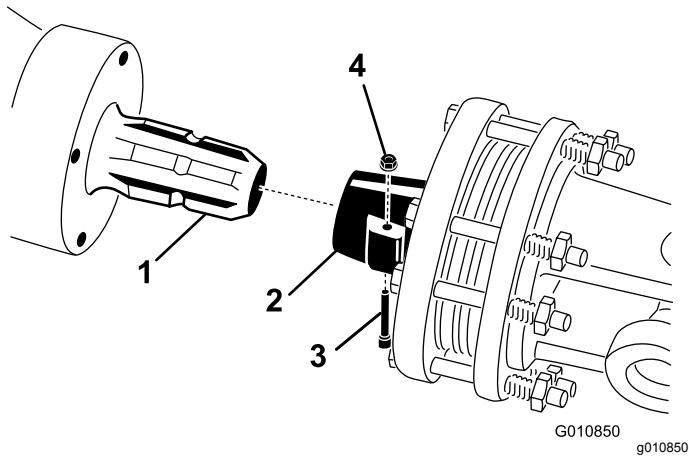

Figure 23
1. Retirez la goupille et l'écrou de l'arbre de PDF (Figure 23).
2. Accouplez le côté embrayage de l'arbre de PDF à l'arbre d'entrée du réducteur de l'aérateur avec la goupille et l'écrou retirés précédemment (Figure 23). La goupille ne peut être insérée que dans un sens.